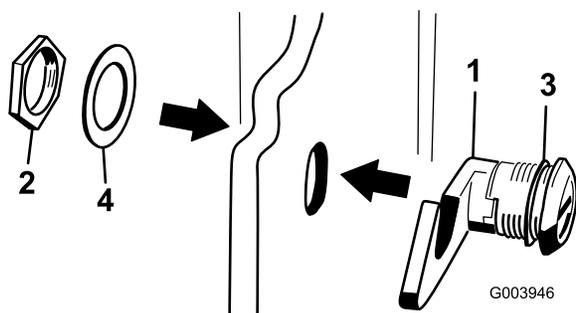

図 18
3. フードラッチ・アセンブリからナットを取り外す (図 18)。